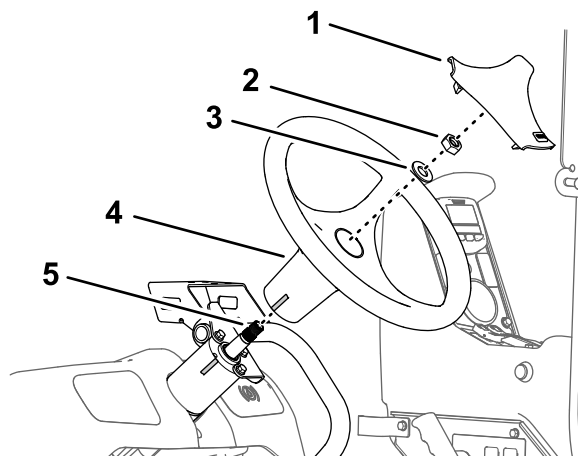

図 163
1. ハンドルに付けておいたテープマークを、ステアリングバルブのハウジングについているテールマークに合わせる図 163。
2. ハンドルを、ステアリングバルブのシャフトに取り付ける図 163 ステップ 3 ハンドルを取り外す (ページ 69) で取り外したワッシャー 5/8 インチとナット 5/8 インチを使用する。